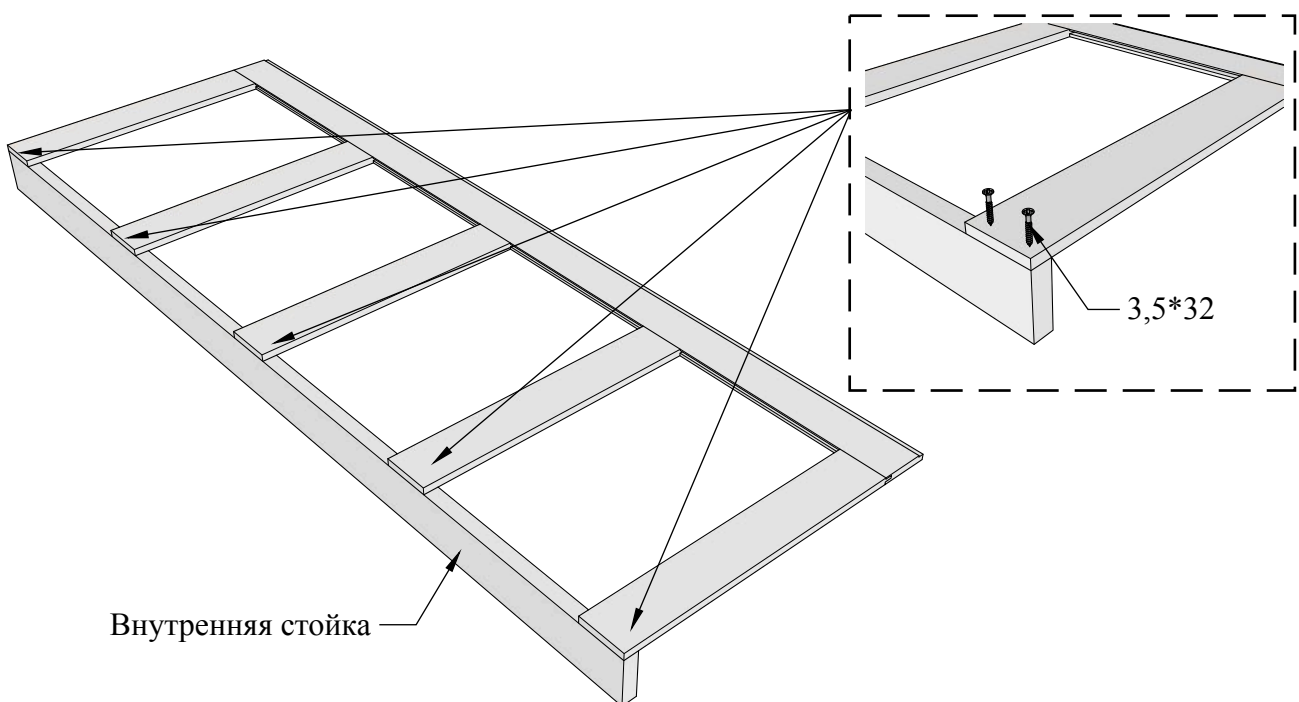

Рисунок 10
4.3 Установить внутреннюю стойку и закрепить её саморезами 3,5*32. Обратите внимание что внутренняя имеет меньшую ширину. Следите чтобы боковая царга не выходила за плоскость внутренней стойки. Перевернуть пенал на другую сторону и повторить операцию (Рис. 10).